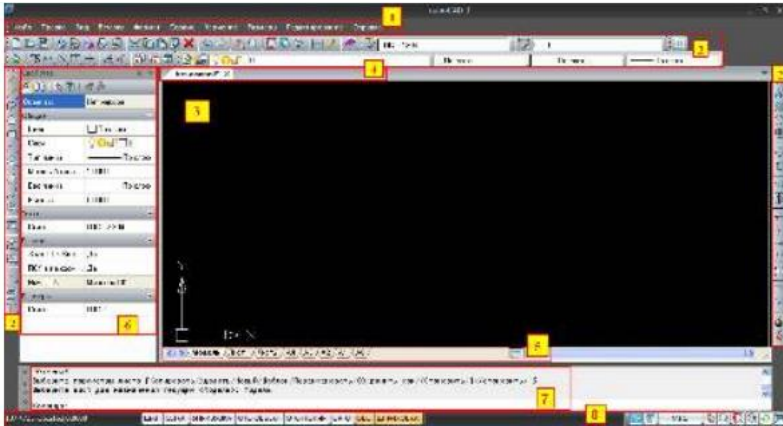

Рис. 135 – Родительское окно nanoCAD
Окно nanoCAD (рисунок 135) содержит в себе следующие основные элементы интерфейса: строка меню (1), панели инструментов (2), окно документов (3), закладок имен файлов (4), панель вкладок документов (5), окно свойств (6), командная строка (7), строка состояния (8). Большая часть элементов интерфейса может быть перемещена в другое место, переведена в плавающее или закрепленное состояние. Некоторым элементам интерфейса можно задавать режим автоскрывания.